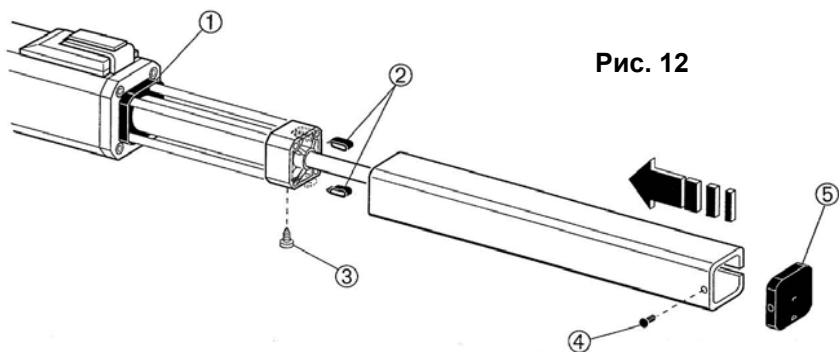

Рис. 12
17. Установите 2 антивибрационные прокладки (Рис. 12 (2)) на передней кромке корпуса.
18. Установите защитный корпус, нажимая на заднюю часть корпуса (Рис. 12 (1)).
19. Зафиксируйте короб, используя саморез (Рис. 12 (3)).
20. Установите переднюю крышку на защитный короб и зафиксируйте ее (Рис. 12 (4)).